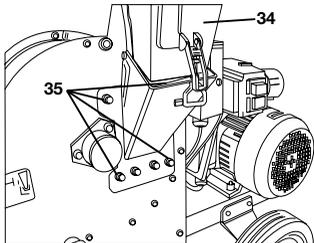

Figura 28
- Retire la tova lateral (34) aflojando las 4 tuercas hexagonales (35) (SW 13) (véase la Figura 28).